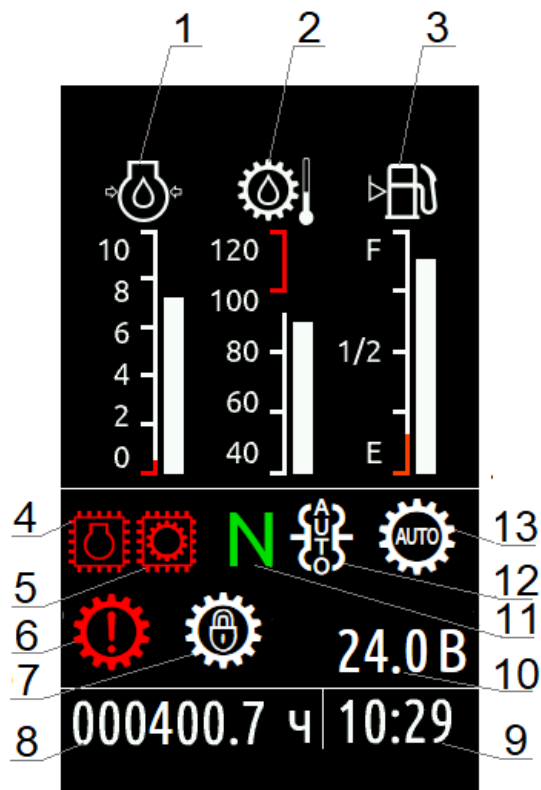

Рисунок 1.2
(позиция 1, рисунок 1.2) в диапазоне от 0 до 10 кгс/см². Цена деления 2 кгс/см².
1.4.3.4 Температура масла в трансмиссии отображается гистограммой под пиктограммой  (позиция 2, рисунок 1.2) в диапазоне от 40 °С до 120 °С. Цена деления 20 °С.
1.4.3.5 Уровень топлива в баке отображается гистограммой под пиктограммой  (позиция 3, рисунок 1.2) в диапазоне от Е (пустой бак) до F (полный бак). Цена деления 0,25F.
1.4.3.6 ЖКИ отображает напряжение бортовой сети в диапазоне от 16 до 33 В (позиция 10 рисунок 1.2) с дискретностью 0,1 В.
1.4.3.7 ЖКИ отображает значение текущего времени (позиция 9 рисунок 1.2) в формате:
1.4.3.8 ЖКИ отображает значение моточасов (позиция 8 рисунок 1.2) с дискретностью 0,1 ч. Моточасы считаются по времени работы двигателя при оборотах, превышающих 30 об/мин.